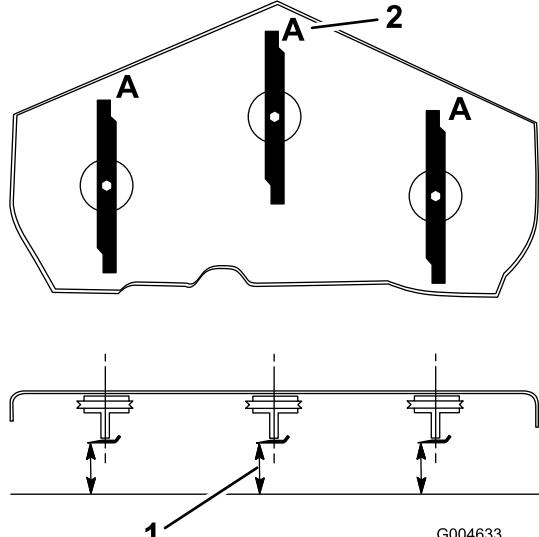

Figure 74
3. Tournez les lames dans le sens longitudinal (Figure 74). Mesurez la distance entre la surface plane et le tranchant (position A) des lames (Figure 74). Notez cette valeur.